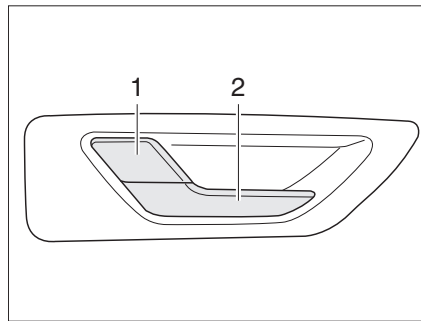

Fig. 40 Cerradura de la puerta del conductor, en el interior
**Abrir:** ■ Tirar del tirador (Fig. 40,2). Se desbloqueó la cerradura de la puerta. La palanca de retención (Fig. 40,1) salta hacia fuera automáticamente.
**Bloquear:** ■ Presionar la palanca de retención (Fig. 40,1).